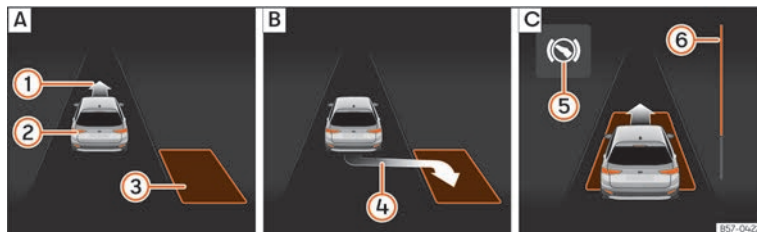
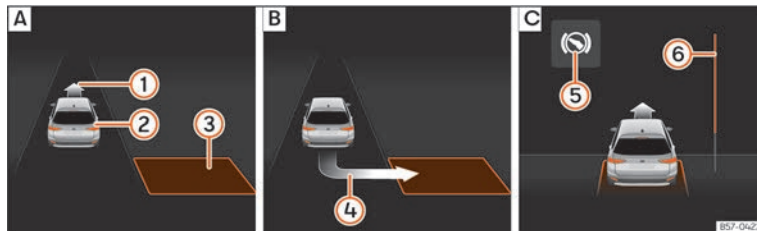

Abb. 164 Am Bildschirm des Kombi-Instruments: längs einparken. **A**: Parklücke suchen. **B**: Position zum Einparken. **C**: Rangieren.
Abb. 165 Am Bildschirm des Kombi-Instruments: quer einparken. **A**: Parklücke suchen. **B**: Position zum Einparken. **C**: Rangieren.
- Prüfen Sie anhand der Anzeige im Bildschirm des Kombi-Instruments, ob die Parklücke als „geeignet“ erkannt wurde und ob die korrekte Position zum Einparken >>> (Abb. 164) **B** oder
>>> (Abb. 165) **B** erreicht wurde. Die Parklücke wird als „geeignet“ betrachtet, wenn auf dem Bildschirm des Kombi-Instruments die Anzeige zum Einparken erscheint ④.
- Fahren Sie rückwärts, bis das Dauertonsignal des ParkPilot ertönt; **ODER:** fahren Sie zurück, bis auf dem Bildschirm des Kombi-Instruments die Anzeige für Vorwärtsfahren »» (Abb. 164) [C] oder »» (Abb. 165) [C] erscheint; **ODER:** fahren Sie zurück, bis am Bildschirm des Kombi-Instruments die Meldung **Park Assist beendet** erscheint. Die Fortschrittsanzeige ⑥ zeigt den zurückzulegenden Abstand an.
- Treten Sie auf das Bremspedal, bis die Lenkbewegungen des Parklenkassistenten beendet sind; **ODER:** bis das Symbol (S) am Bildschirm des Kombi-Instruments erlischt.
- Fahren Sie vorwärts, bis das Dauertonsignal des ParkPilot ertönt; **ODER:** fahren Sie vorwärts, bis am Bildschirm des Kombi-Instruments die Anzeige zur Rückwärtsfahrt erscheint. Der Parklenkassistent lenkt das Fahrzeug so lange beim Vorwärts- und Rückwärtsfahren, bis das Fahrzeug gerade in der Parklücke steht »» (Abb. 164) [C] bzw. »» (Abb. 165) [C].
Die Fortschrittsanzeigen »» (Abb. 164) ⑥ und »» (Abb. 165) ⑥ am Bildschirm des Kombi-Instruments zeigt symbolisch die noch zu fahrende relative Fahrstrecke an. Je länger die Distanz ist, desto größer ist der Füllstand des Fortschrittsbalkens. Bei Vorwärtsfahrt nimmt die Füllung des Fortschrittsbalkens nach oben ab und bei Rückwärtsfahrt nimmt die Füllung des Fortschrittsbalkens nach unten ab.